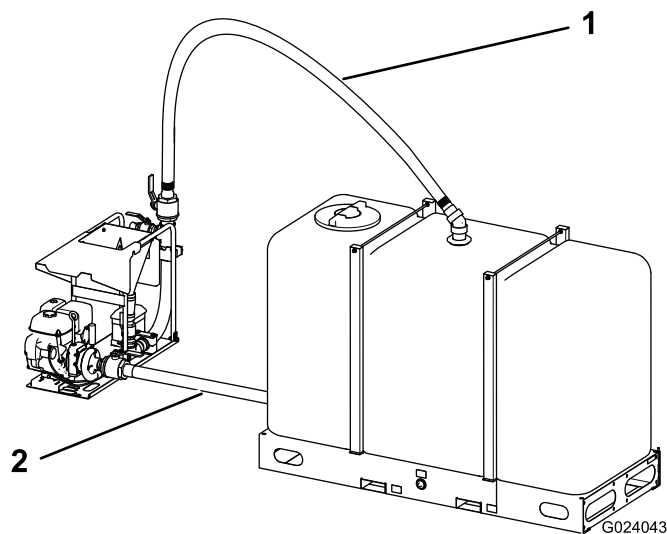
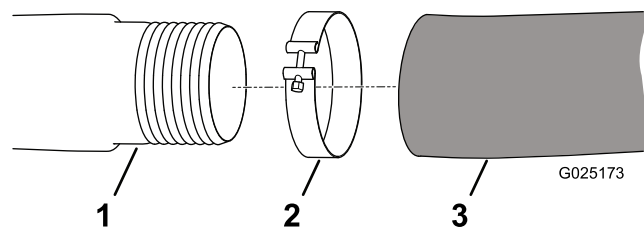
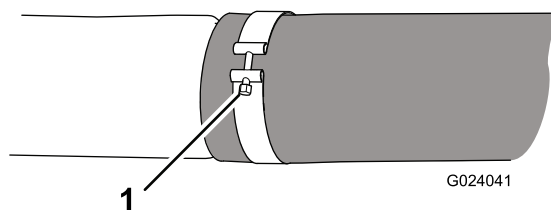

Figura 6
Figura 7
Figura 8
- Use uma abraçadeira (acompanha o equipamento) para conectar a extremidade solta da mangueira à entrada da bomba do misturador, como mostrado na Figura 6, Figura 7, e Figura 8.
- Use 2 abraçadeiras (acompanham o equipamento) para conectar a outra mangueira à parte superior do reservatório e do misturador como mostrado na Figura 6, Figura 7, e Figura 8.